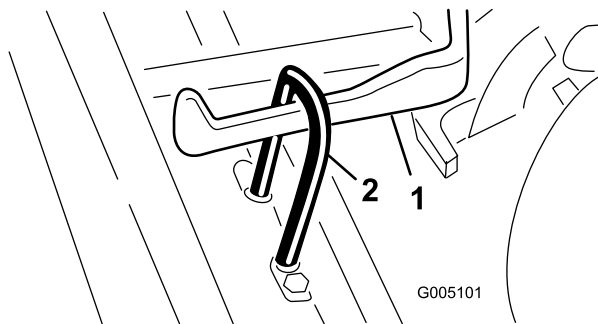

図 7
2. カuttingユニットをプルフレームの下に引き入れ、吊り輪フープを昇降アームに引っかける 図 7。